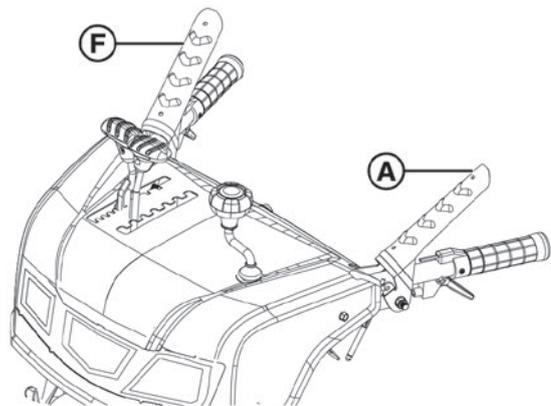

Рис. 12
1. Нажмите и удерживайте рычаг управления шнеком (A, Рис. 12)
2. Нажмите и удерживайте рычаг управления шнеком (F).